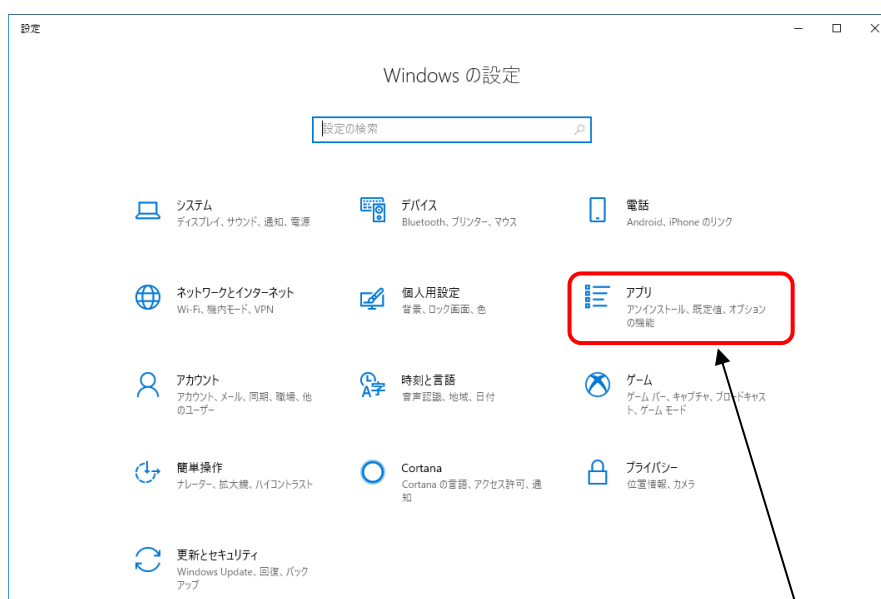

図 2
2. 『Windows の設定』画面(図 2)が表示されます。
[アプリ](図 2-①)を選択し、[Enter] キーを押します。